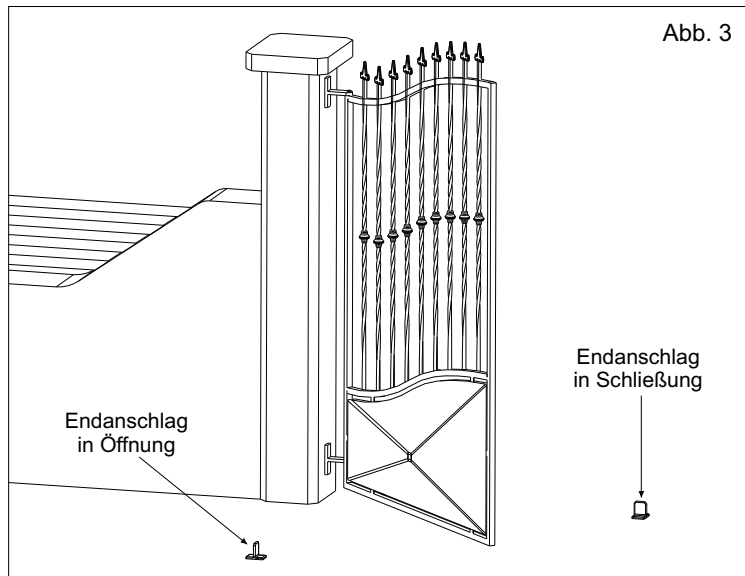

Abb. 3
- E.** mechanische Anschläge am Ende des Laufs auf dem Boden in Öffnung und in Schließung montiert werden, da keine Endschalter im Antrieb vorgesehen sind (Abb. 3).